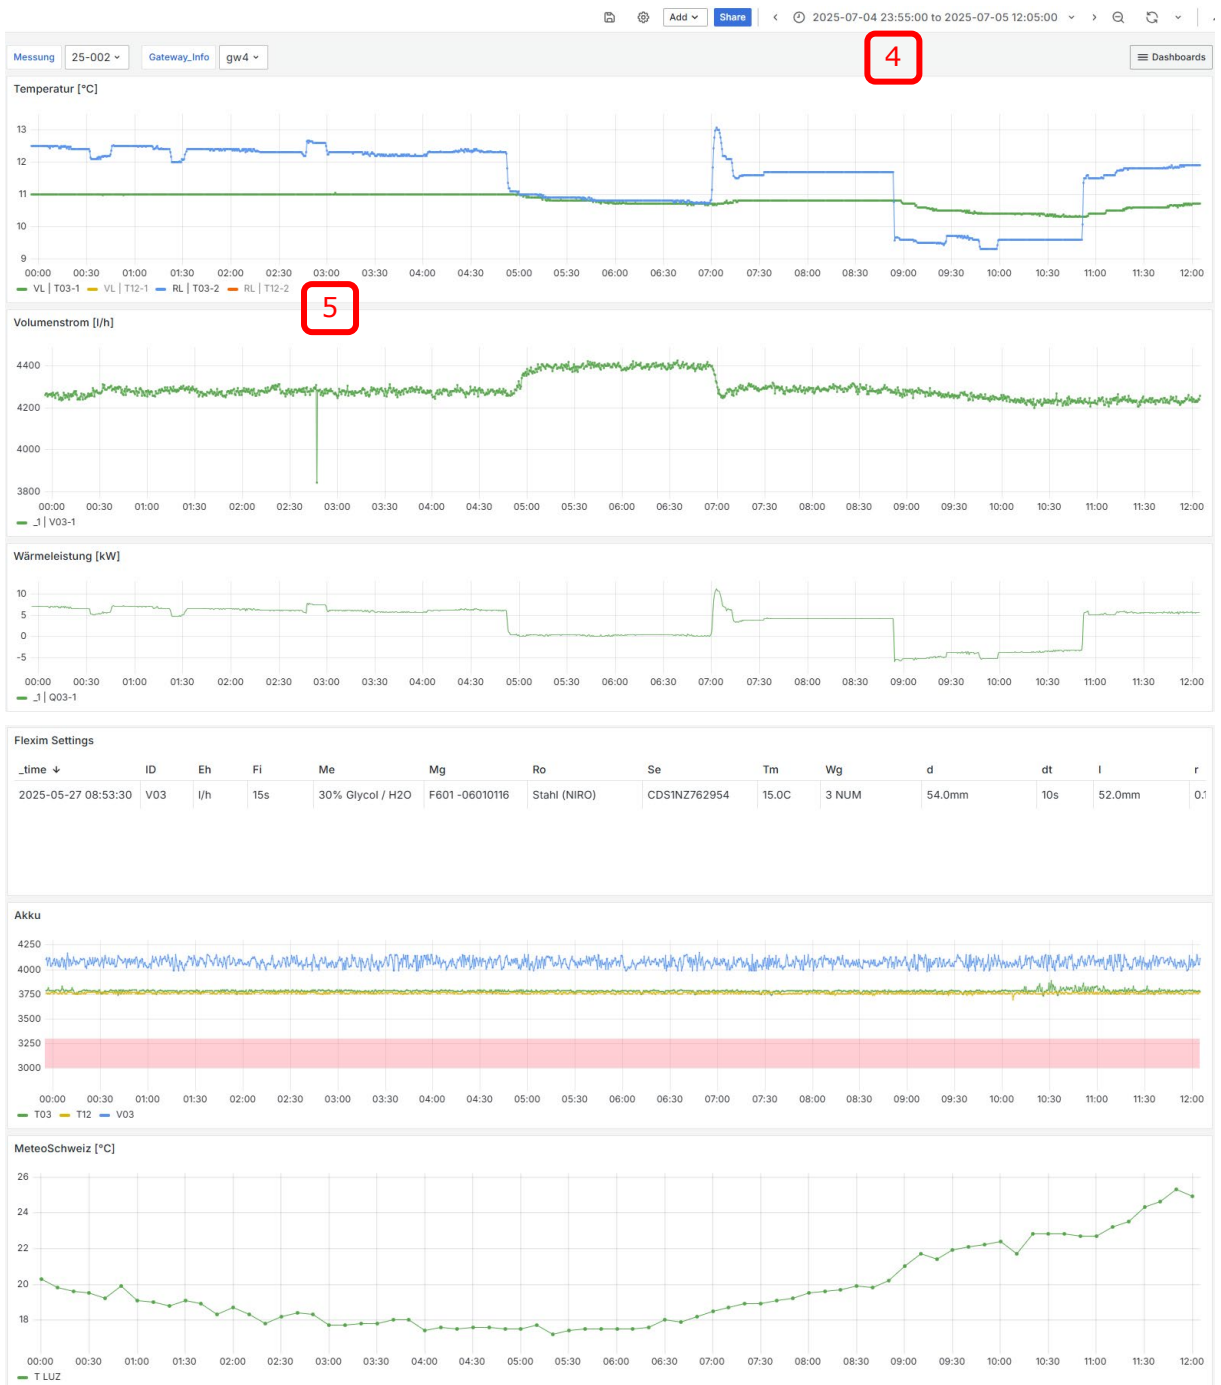

Abbildung 20: Webinterface der Daten Cloud mit den Darstellungen Wärmeleistung, Temperatur, Volumenstrom, Flexim Settings, Akku und Meteo Schweiz Station
- 4) Beispielabbildung als Gesamtübersicht in Abbildung 20 gezeigt. Zeitbereich wählen, z. B. 1 h, 1 Tag, 1 Woche (Es kann auch durch Markieren gezoomt werden).